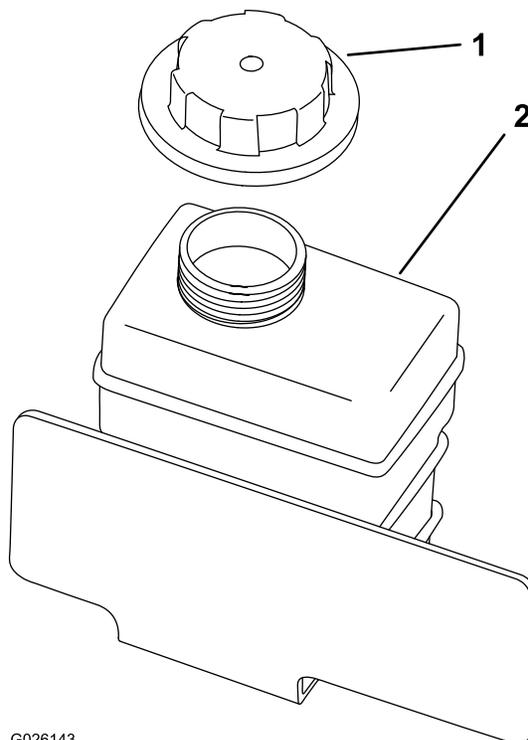

Рисунок 61
4. Снимите крышку расширительного бачка (Рисунок 61).